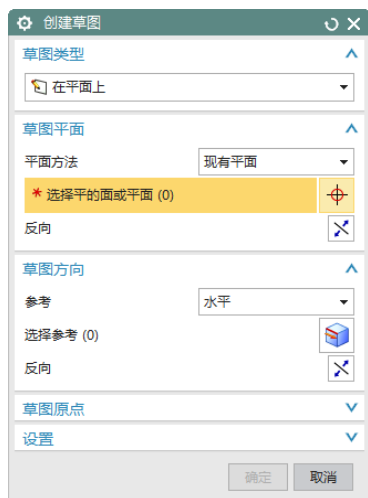

图 11-114 “创建草图”对话框
(2) 设置“宽度选项”为“有限”，“宽度”为400，“折弯止裂口”和“拐角止裂口”都为“无”
(3) 在“轮廓弯边”对话框中，设置“类型”为“基本”，单击“绘制截面”按钮，打开如图 11-114 所示的“创建草图”对话框。